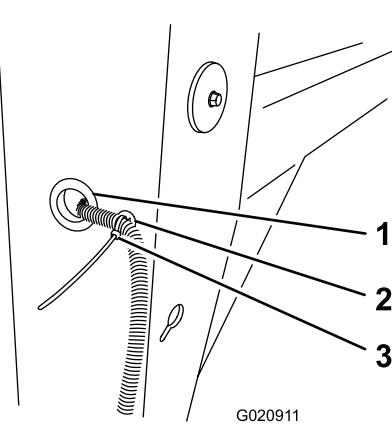

Figura 11
5. Pase el extremo delantero del arnés de cables hacia fuera a través del taladro de la parte delantera de la máquina de modo que queden unos 61 cm (24 pulgadas) de holgura más allá del extremo delantero de la barra de remolque (Figura 11).
- 6. Coloque el pasacables sobre el conector de 4 pinos (Figura 12) del extremo delantero del arnés de cables, e instálelo en el taladro de la pata delantera (Figura 11).